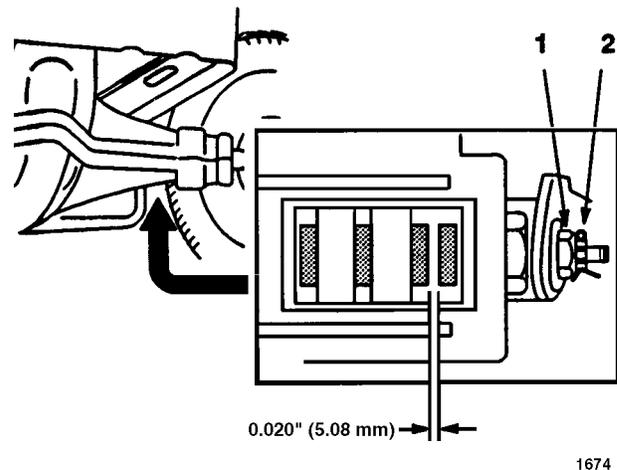

Figure 16
Le frein est situé du côté droit de l'essieu arrière, à l'intérieur du pneu arrière (Fig. 16). Il devra être réglé s'il n'immobilise pas ou n'arrête pas efficacement la machine.
3. Régler le frein en retirant la goupille et en desserrant légèrement l'écrou de réglage (Fig. 16).
4. Introduire avec précaution un calibre d'épaisseur de 5,08 mm entre les deux plaquettes de frein extérieures (Fig. 16).